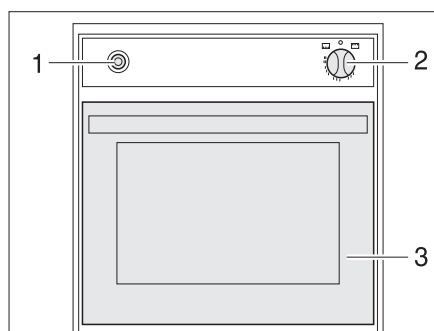

Fig. 191 Horno de gas (Spinflo)
- Abrir la puerta del horno (Fig. 191,3) completamente.
- Presionar ligeramente el regulador giratorio (Fig. 191,2) y ponerlo en "🔥" (horno) o "GRILL" (grill).
- Presionar el regulador giratorio (Fig. 191,2) y mantenerlo presionado por 5 a 10 segundos. El gas circula hacia el quemador.
- Presionar el interruptor de encendido (Fig. 191,1) tantas veces como sean necesarias para que arda la llama.
- Girar el regulador giratorio (Fig. 191,2) a "O". La llama se apaga.